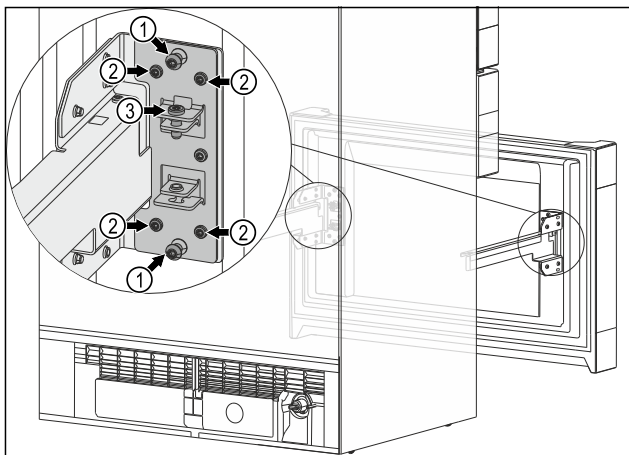

Fig. 12
- Retirer les deux vis *Fig. 12 (1)* intermédiaires.
- Desserrer les quatre vis *Fig. 12 (2)*.
- Position finale du chariot à glissière atteinte : serrer les quatre vis *Fig. 12 (2)*.
- Vous n'avez plus besoin des vis *Fig. 12 (1)* intermédiaires.